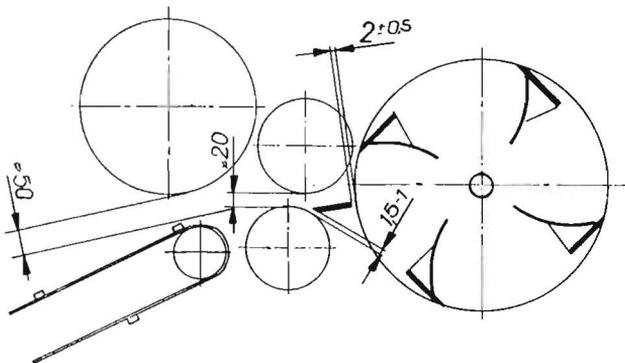

Bild 17
zen pendelnd ausweichen. Die vom Werk eingestellten Einzugsöffnungen, d. h. die Höhe der oberen Walzen über den unteren (Bild 17) ist ein Mittelwert. Bei Verstellen der Einzugsöffnung gilt die Regel:
- Abstand der neuen Messer von der Gegenschneide nach Abschnitt C. und Bild 17 überprüfen.
- Das am weitesten vorstehende Messer soll zur Gegenschneide einen Abstand von $2 \pm 0,5$ mm haben (siehe Bild 17).